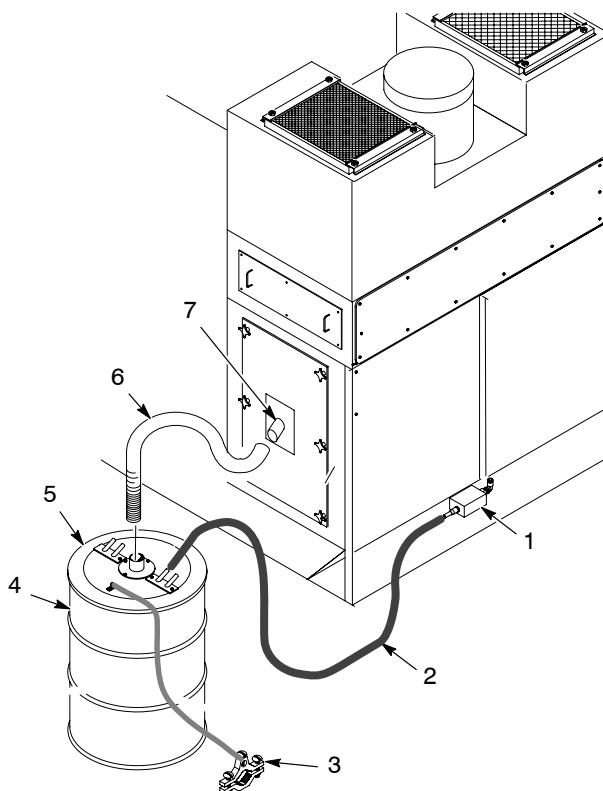

Рис. 12 Соединения сборника для отходов
9. См. рис. 12. Подсоединить шланг насоса отходов центра подачи к крышке сборника для отходов. Убедиться, что выпускной воздушный шланг сборника для отходов подсоединен к выпускному ниппелю, смонтированному на боковине центра подачи.
2. См. рис. 12. Поставить крышку для отходов на пустую 55-галлонную бочку.